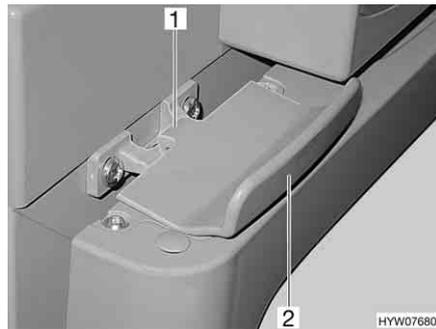

Bild 159 Verriegelung der Kühlschranktür, geschlossen (Thetford)
- Kühlschranktür am Griff (Bild 159,2) öffnen. Die Verriegelung (Bild 159,1) wird automatisch gelöst.